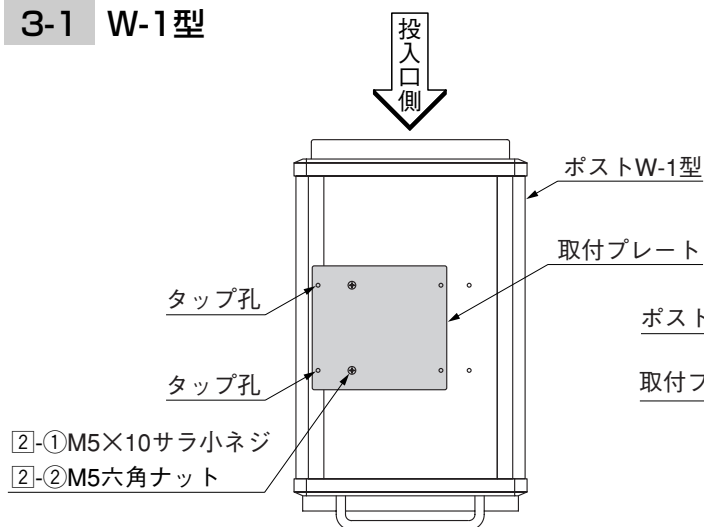

図3-1 外観右側に横付けする場合
- ❶ 図3-1、3-2を参照して取付プレートをポスト本体に[2]-①、[2]-②で取付けてください。
- ❷ ポストの取付けは「壁付けポスト台座 (F195)」にしたがってください。